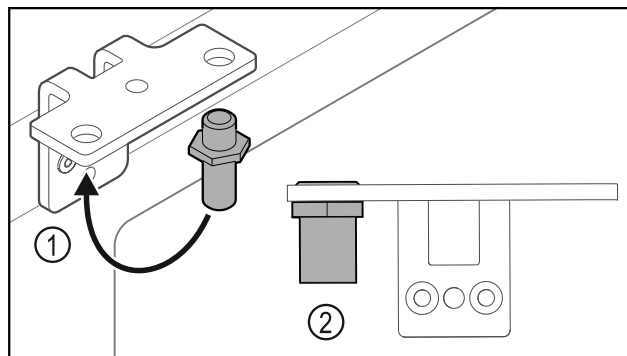

Fig. 29
- Bolzen Fig. 29 (1) im Scharnierwinkel umsetzen.
- Bolzen Fig. 29 (2) mit **Drehmoment von 12 Nm** anziehen.